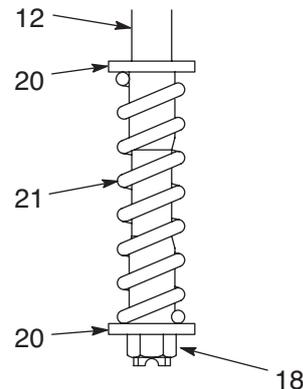

Рис. 8
5. Постучите по нижней части поршневого штока (34) пластиковым молотком, чтобы ослабить цилиндр (25).
6. Возьмитесь за золотниковый клапан (31) и снимите его с цилиндра и тяг (38). Снимите цилиндр и поршень с нижней крышки (32). Снимать тяги с нижней крышки цилиндра не требуется.
7. Поверните узел на бок. Закройте хомут (9) чистой тряпкой, чтобы предотвратить потерю фиксирующих шариков. Снимите хомут с клапанной втулки (29), удерживая на месте шарики (7) и пружину (6).
8. Снимите цилиндр (25) со штока поршневого насоса (34). Удерживая шестигранный конец штока поршневого насоса в тисках, установите гаечный ключ в отверстия для штифта поршня (22), чтобы открутить его от штока.
9. Осмотрите пружину (21) на наличие следов износа или повреждений. Если она изношена или повреждена, снимите гайку (18), пружину (21) и фиксаторы (20) с блокировочного штока (12). Соберите узел повторно, установив фиксаторы (20) на концы новой пружины (21). Навинтите гайку на тягу до конца резьбы так, чтобы она уперлась в заплечик тяги. (Рис. 8)